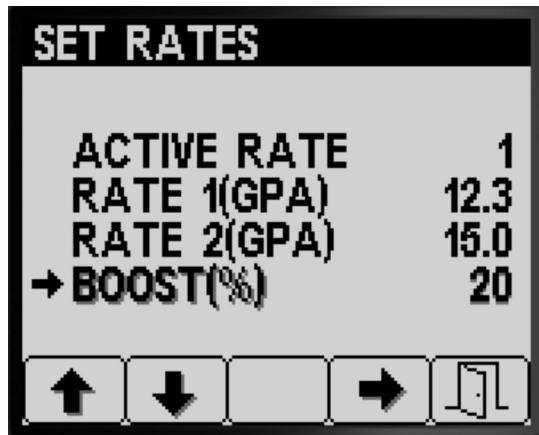

Bild 8
1. Drücken Sie Taste 1 oder 2, um auf die Option für die prozentuale Dosierungsverstärkung zu navigieren (Bild 8).